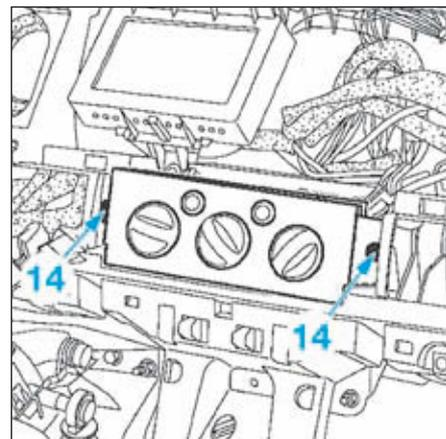

FIG.15
- Déposer les vis de fixation (14) (Fig.15) de la commande de chauffage ou de climatisation.